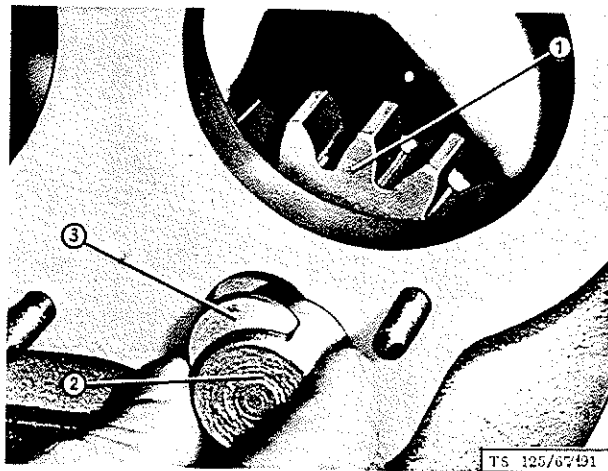

BILD 11 Rücklaufrad montieren
1. Rücklaufrad (11/1) wie im Bild 11 dargestellt einbauen.